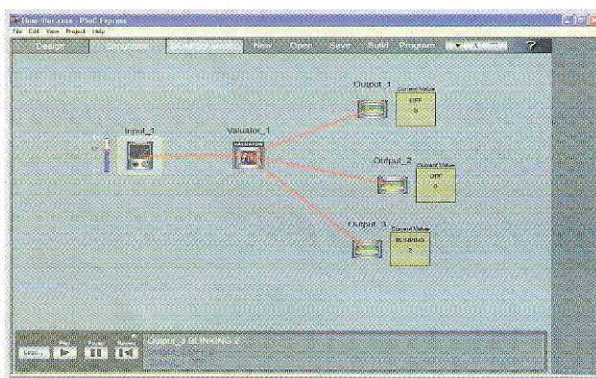

Figura 9.
Una configuración alternativa para el montaje de un amplificador no inversor, a partir de un amplificador operacional en modo corriente, utiliza las propiedades de transistor ideal de este amplificador operacional. Este amplificador puede conectarse en una configuración como seguidor de emisor con una realimentación negativa de corriente (ver **Figura 9**). En este caso, los valores de las resistencias son  $R_C = 200 \Omega$  y  $R_E = 100 \Omega$ . Por lo tanto, la ganancia es de:
**Figura 9.** Un amplificador operacional en modo corriente conectado como un transistor ideal en una configuración de seguidor de emisor, con una realimentación negativa de corriente:  $R_C = 200 \Omega$ ,  $R_E = 100 \Omega$ .
Ahora ya hemos completado la programación para el proyecto y podemos simularlo en la pantalla, tal y como se muestra en la **Figura 9**. Se utiliza un mando de desplazamiento para ajustar la tensión de entrada y, a continuación, se puede observar el estado de las salidas.